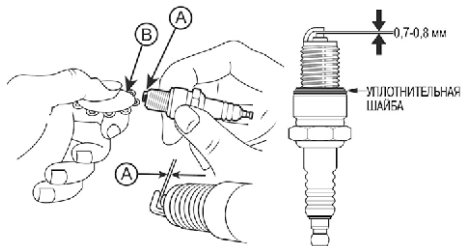

Рис. 22 Обслуживание свечи зажигания
4. Измерьте зазор А между электродами специальным щупом В. Зазор должен быть 0,7-0,8 мм (Рис. 22). При увеличении или уменьшении требуемого зазора, рекомендуется заменить свечу, так как регулировка зазора может привести к изменению качества искрообразования.
При наличии водопровода рекомендуется промывать корпус газонокосилки водой. На корпусе газонокосилки установлен коннектор 1 (Рис. 22) для подключения поливочного шланга. Для очистки внутренней части корпуса газонокосилки присоедините шланг к коннектору, запустите двигатель газонокосилки и подайте воду. Дайте поработать двигателю несколько минут.